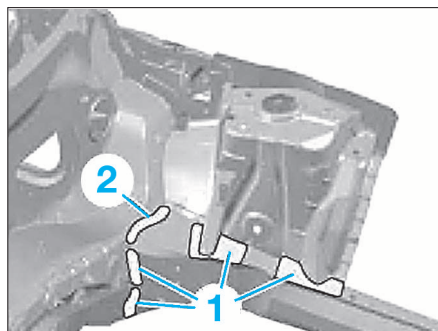

FIG. 3
- Dépointer les points de soudure dans la zone (1) (Fig.3).
- Souder les zones (1) et (2) (Fig.3).